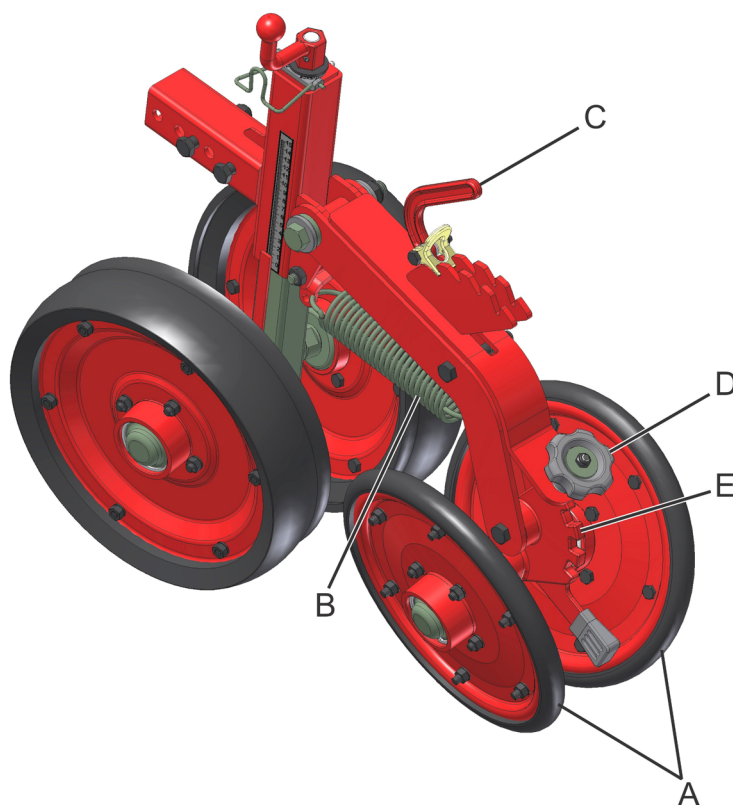

fig. 28
As bandas compactadoras em "V" (A) (fig. 28), realizam a pressão do solo lateralmente na semente e trabalham com várias opções de regulagens como pressão e ângulo de abertura das mesmas.
**Certifique-se de que a alavanca (C) (fig. 28) e o regulador (E) estão na mesma posição em todas as linhas de plantio.**